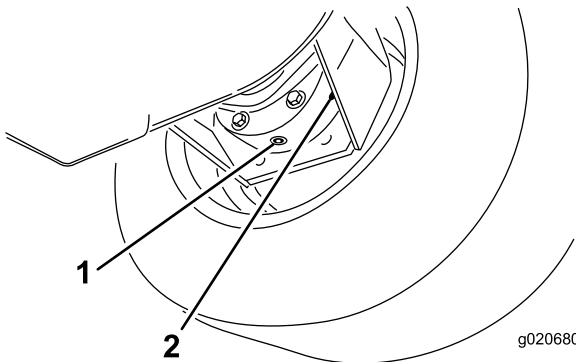

Bild 92
3. Stellen Sie eine Auffangwanne unter das Bremsgehäuse, entfernen Sie die Ablassschraube und lassen das Öl ablaufen (Bild 92).